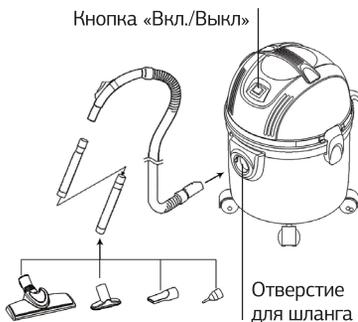

Рис. 4
- Присоедините к корпусу пылесоса шланг, трубку и необходимую насадку (Рис. 4). Обратите внимание, что кнопка «Вкл./Выкл.» на корпусе устройства регулирует направление фиксатора для шланга (Рис. 4).